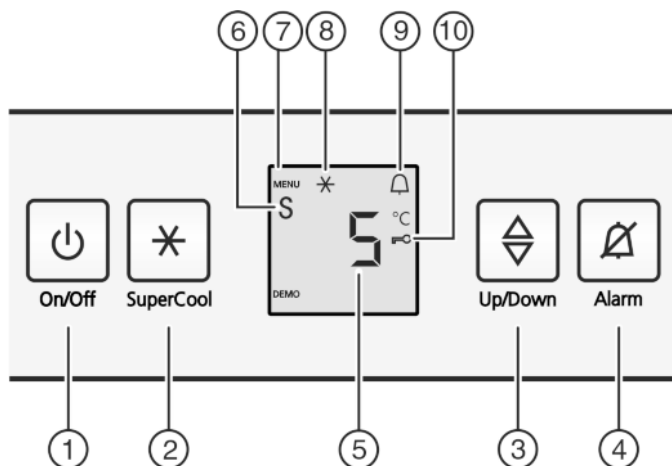

Fig. 2
- ▶ Нажать кнопку On/Off Fig. 2 (1).
- ▶ Активация режима настройки: удерживайте кнопку SuperCool Fig. 2 (2) прим. 5 с.
- ▷ Символ меню Fig. 2 (7) горит.
- ▶ С помощью клавиши настройки Fig. 2 (3) выберите с.
- ▶ Коротко нажимайте кнопку SuperCool Fig. 2 (2) для подтверждения.
- ▶ Для включения защиты от детей коротко нажмите клавишу SuperCool Fig. 2 (2).
- ▷ Символ "Защита от детей" Fig. 2 (10) горит. На индикации мигает с.
- ▶ Для выключения защиты от детей коротко нажмите клавишу SuperCool Fig. 2 (2).
- ▷ Символ защиты от детей Fig. 2 (10) гаснет. На индикации мигает с.
- ▶ Выход из режима настройки: нажмите кнопку On/Off Fig. 2 (1).
- ▶ Нажмите кнопку Alarm Fig. 2 (4).
▶ Активация режима настройки: удерживайте кнопку SuperCool Fig. 2 (2) прим. 5 с.
▷ Светится символ Меню Fig. 2 (7).
▶ Чтобы вызвать функцию режима Sabbath: нажмите и сразу отпустите кнопку SuperCool Fig. 2 (2).
▶ Для включения режима Sabbath нажмите и отпустите кнопку SuperFrost Fig. 2 (2).
▶ Для выключения режима Sabbath нажмите и отпустите кнопку SuperFrost Fig. 2 (2).
▶ Выход из режима настройки: Нажать кнопку On/Off Fig. 2 (1).
▷ На индикаторе температуры показывается символ режим Sabbath Fig. 2 (6) до тех пор, пока активен режим Sabbath.
▶ Активация модуля регулировки температуры: нажмите кнопку настройки Fig. 2 (3).
▶ Температуру меняйте ступенями по 1 °C: нажимайте кнопку настройки Fig. 2 (3) до тех пор, пока на индикаторе температуры не будет высвечена требуемая температура.